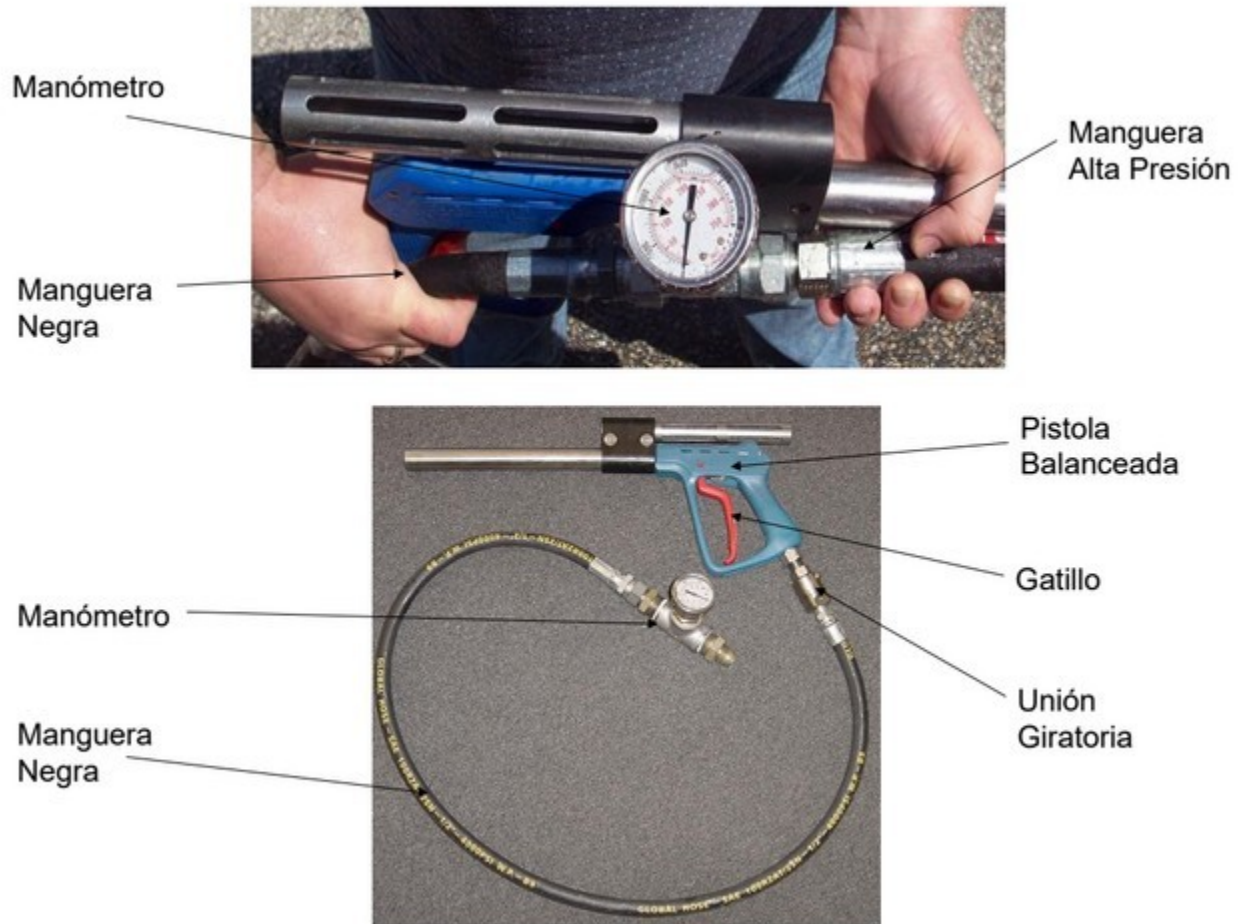

Figura 5.2 - Calibración de presión de pistola de empuje cero
La presión en la boquilla de la pistola debe mantenerse dentro de ciertos límites para lograr la cavitación y obtener mejores resultados de rendimiento. Usando una herramienta de calibrador de presión situada entre la manguera de presión y la pistola, (Ver Figura 5.2) la presión del agua debe ser de 4.000 psi (276 BAR) con la pistola sumergida y el gatillo de la pistola abierto o "ENCENDIDO" " posición. Para obtener los mejores resultados, repita este procedimiento de calibración si el rendimiento de limpieza disminuye, o cada 3 meses como mínimo.
Se recomienda un manómetro de calibración con cada unidad. Conecte entre la manguera de presión principal y la manguera flexible o la pistola. Ver figura 5.2.
- Mantenga apretada la pistola y observe el medidor de calibración (consulte la Figura 5.2).